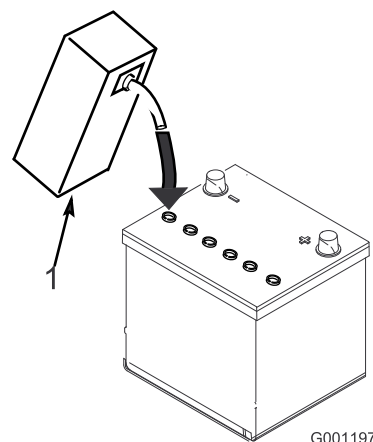

Figura 4
3. Riempite con cautela ciascun elemento di elettrolito finché le piastre non sono coperte con circa 6 mm di fluido (Figura 4).
4. Attendete circa 20 o 30 minuti perché le piastre assorbano l'elettrolito. All'occorrenza rabboccate finché l'elettrolito non è a 6 mm circa dalla base della tazza di riempimento (Figura 4).